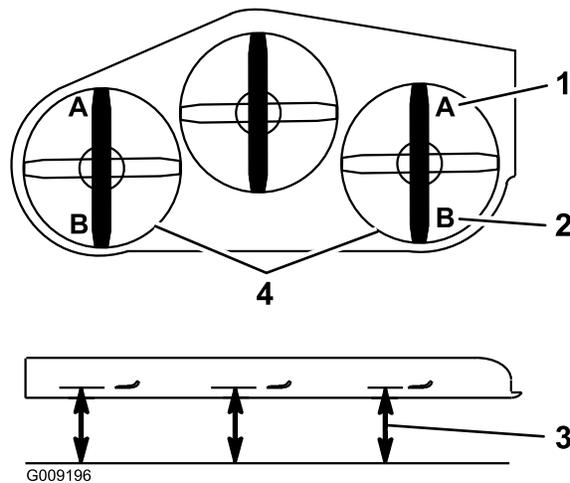

Рисунок 113
9. На обеих сторонах деки измерьте расстояние от горизонтальной поверхности до переднего конца ножа (положение А), как показано на Рисунок 113.
15. На обеих сторонах деки измерьте расстояние от горизонтальной поверхности до заднего конца ножа (положение В), как показано на Рисунок 113.